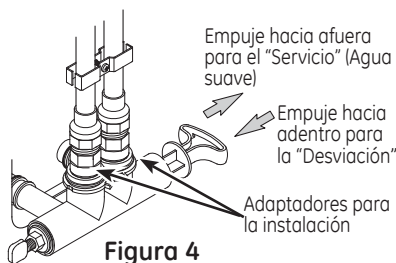
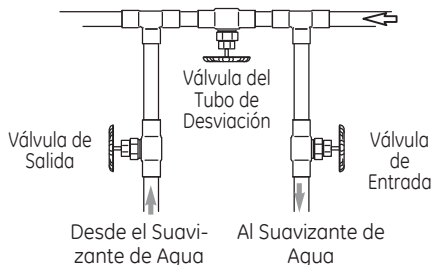

Figura 4
Figura 5
Siempre instale una válvula de desviación simple (provista), como se muestra en la Figura 4, o, si lo desea, puede adquirir y ensamblar piezas para un sistema de desviación de 3 válvulas (no incluido), como se muestra en la Figura 5. Las válvulas de desviación le permiten cerrar el agua en el suavizante para el mantenimiento si es necesario, pero aún tener agua en las tuberías de la casa.
- Válvula de desviación simple (Figura 4): Lentamente mueva el vástago de la válvula hacia "servicio", haciendo varias pausas para permitir que el suavizante de agua se llene de agua.
- Desviación de 3 válvulas (Figura 5): Cierre totalmente la válvula de desviación y abra la válvula de salida.